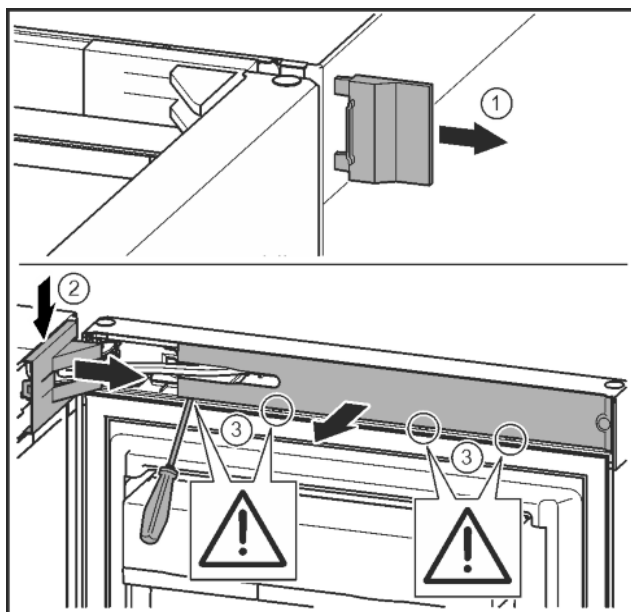

Fig. 9
- ▶ Buitenste afdekking verwijderen. Fig. 9 (1)
- ▶ Lagerbusafdekking ontgrendelen en losmaken. Afdekking van de lagerbus verwijderen. Fig. 9 (2)
- ▶ Paneel met de sleufschroevendraaier losmaken en naar de zijkant draaien. Fig. 9 (3)